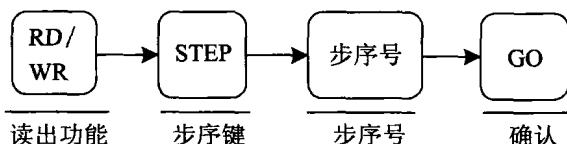

图 6-15 根据步序号读出程序的基本操作
(1) 根据步序号读出程序:指定步序号,从 PLC 用户程序存储器中读出并显示程序的基本操作如图 6-15 所示。